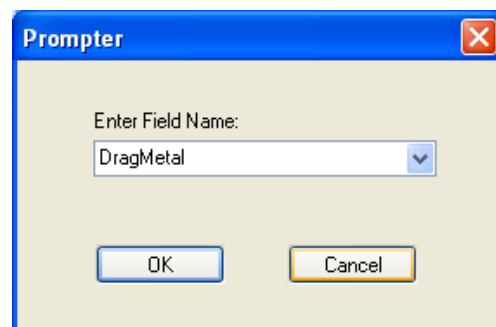

Рис. 3.10 - Ввод имени нового столбца атрибутов
- На панели *Prompter* (подсказчик) в окне *Enter Field Name* из раскрывающегося списка выберите *ComponentHeight* (высота компонента) и нажмите **OK** (см. рис. 3.10).